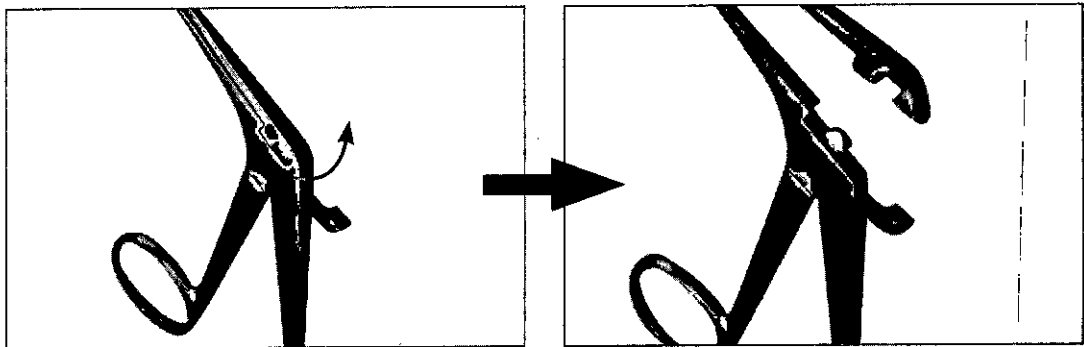

Imagen 2: Libere la parte superior del eje del fórceps
- Libere la parte superior del fórceps moviéndola hacia un lado (imagen 2).